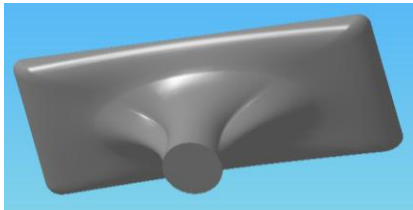

Рис.3 – Результат виконання операції *По перерізах* – основа ручки
4. Виконати операцію *По перерізах*, натиснувши відповідну кнопку на панелі *Редактирование детали* і виділивши послідовно створені ескізи (Рис.3).